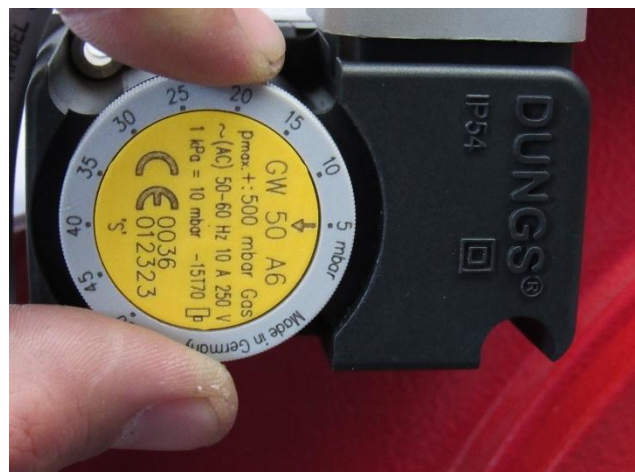

Fig. 12
7.5.2 Luftmangelschalter (Fig. 12)